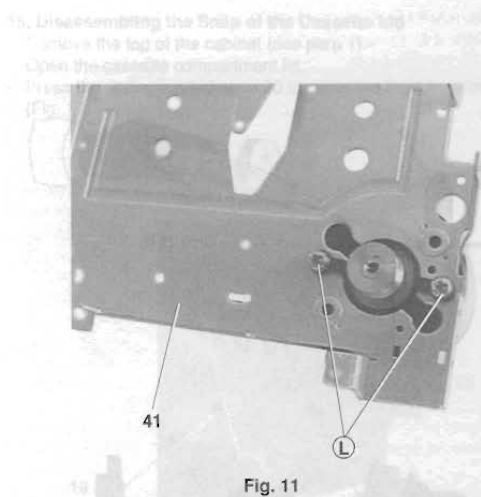

Fig. 11
- 2 Schrauben (L) herausdrehen, den Motor aus der Führung herausnehmen und ablöten (Fig. 11).
- Undo 2 screws (L), take the motor out from the guide and unsolder it (Fig. 11).